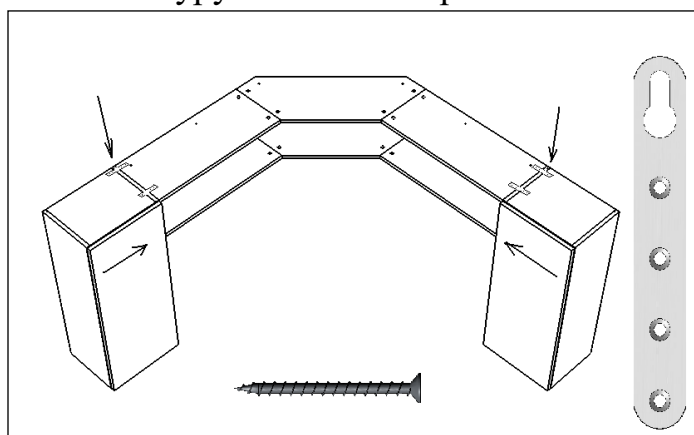

Рис. 45
- в торцевые отверстия деталей (2) и (3) вставить эксцентриковые стяжки (4) и, поочередно зажимая эксцентрики, плотно стянуть детали;
- к полученным собранным элементам с помощью евростяжек 7x50 (6) присоединить детали (5) и (7);
- дополнительно полка крепится к соседним шкафам (Рис. 45):